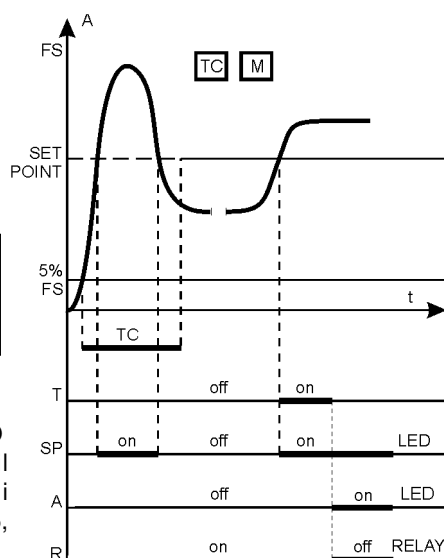

Fig.1
- DS1-1: OFF il set point è di MAX (fig.1)
- DS1-1: OFF MAX set point (fig.1)
SOGLIA DI MAX (sovracorrente) - fig. 1.
L'A1-10 controlla l'assorbimento amperometrico di un carico monofase o trifase (una delle tre fasi); quando la corrente controllata supera il valore impostato sul frontale, si accende il LED di supero SP e dopo il tempo T (0,1÷8 sec regolabili) il relè interno commuta e si accende il LED A. Il LED A resta acceso se è stato scelto il funzionamento RIPRISTINO MANUALE. Il LED di supero SP si spegne quando la corrente scende sotto la soglia (fig.1).
MAX SET POINT (overcurrent) - fig. 1.
A1-10 monitors the current of a single phase or three phase (one of the three phases) load; when the monitored current overcomes the value fixed on the front, the LED SP lights on and after the time T (0,1÷8 sec adjustable) the device triggers, the internal relay changes over and the LED A lights on. The LED A remains lighted when the device is set for MANUAL RESET. The LED SP goes off when the current goes below the set point (fig. 1).